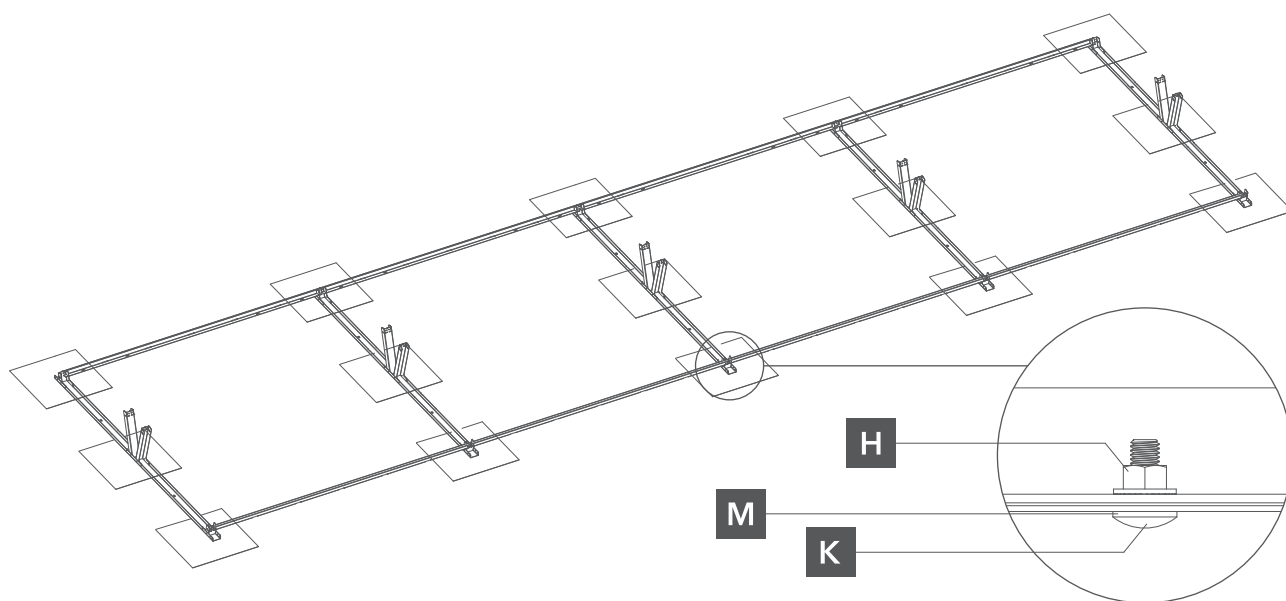

Rys. 3. Montaż płytki mocującej na dachu pokrytym membraną
- 1 Zamontować śruby zamkowe w płytce mocującej i ułożyć płytkę w żądanym miejscu na membranie. Kołki należy zamocować do dachu przez otwory montażowe (Rys. 3). W niektórych przypadkach można zrezygnować z mocowania kołków.